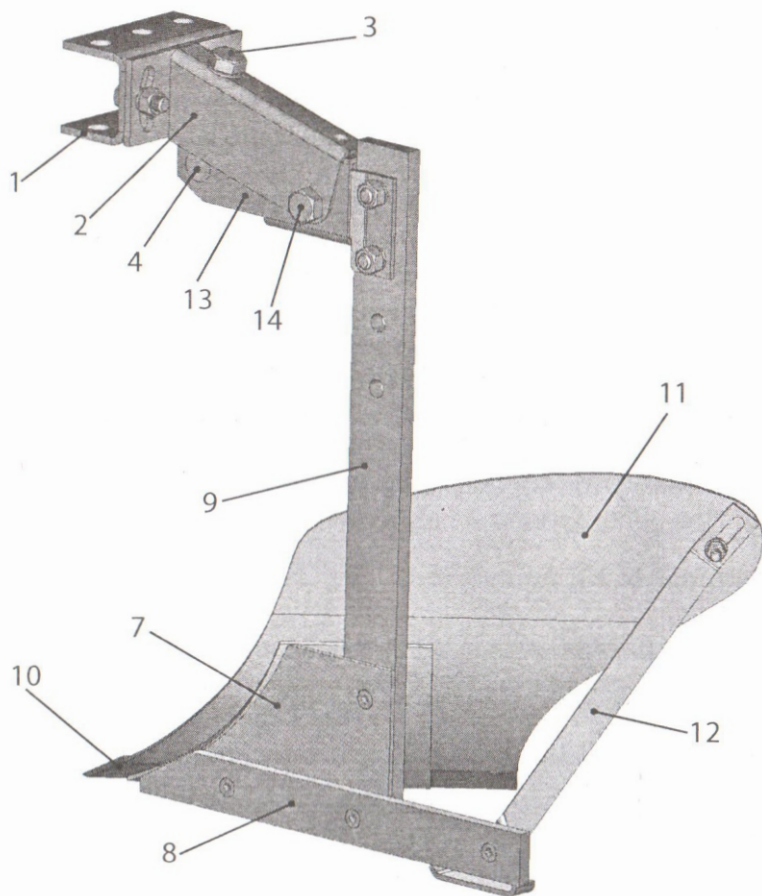

Рис.1
3.1 Общий вид навесного плуга в сборе со сцепным устройством 005.09.1600-01 СБ представлен на рис. 1.
Сцепное устройство 005.09.1600-01 СБ (рис.1) состоит из скобы поз.1, основания поз. 2, болта поз. 3, гайки поз. 4. Скоба поз.1 устанавливается на узел крепления мотоблока и крепится двумя шкворнями 005.47.0580 (входят в комплект мотоблока). Основание представляет собой сварную конструкцию, закрепленную на скобе двумя болтами, через пазы позволяющими менять угол разворота плуга относительно мотоблока для ориентации плуга перпендикулярно земле (почве) во время вспашки, когда одно колесо мотоблока находится в борозде, а другое на гребне (рис.3). Сцепное устройство присоединяется к кронштейну плуга с помощью гайки поз. 4 и болта поз. 14. Вращением болта поз.3 регулируется угол атаки (наклон вперед) плуга.
6.1.3. Плуг должен стоять полевой доской и корпусом на ровной площадке, в противном случае необходимо отрегулировать высоту плуга относительно мотоблока перемещая стойку поз. 9 в кронштейне поз. 13 (рис.1)
6.1.4. После пробной вспашки, при необходимости отрегулировать угол атаки (наклона) плуга ручкой поз.3. (рис.1)